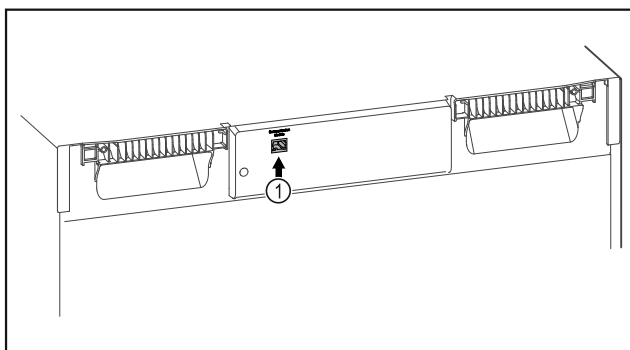

Fig. 127
- Założono SmartModule Fig. 127 (1).